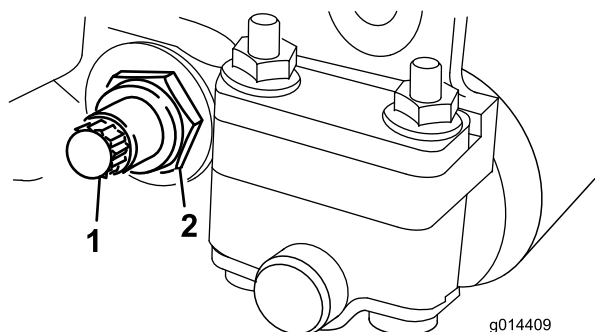
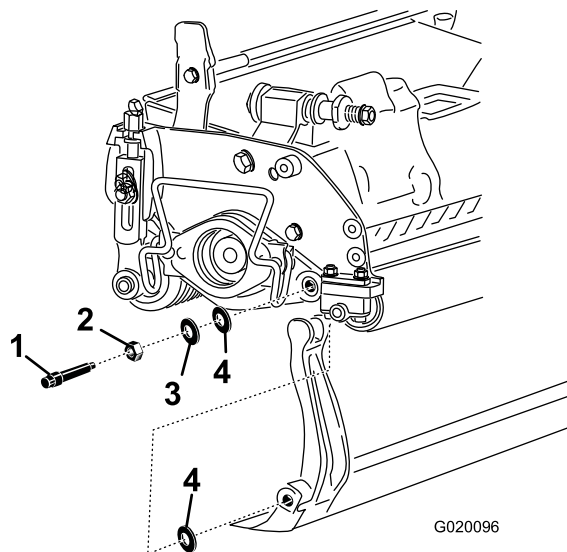

图14
图15
3. 在机器的另一侧、松开固定底刀架螺栓（图14）的锁紧螺母。
4. 拆下两个底刀架螺栓，向下拉动底刀架并从机器螺栓（图14）上拆下来。取下底刀架（图15）各端的2个尼龙和1个印花钢垫圈。
2. 用2个底刀架螺栓、锁紧螺母（螺栓上带的螺母）和6个垫圈将底刀架固定在两个侧板上。将尼龙垫圈放在侧板凸起的一侧。将钢垫圈放在尼龙垫圈的外侧（图15）。
4. 均匀旋紧两端的锁紧螺母，直至用手无法再旋动钢垫圈（图15）。